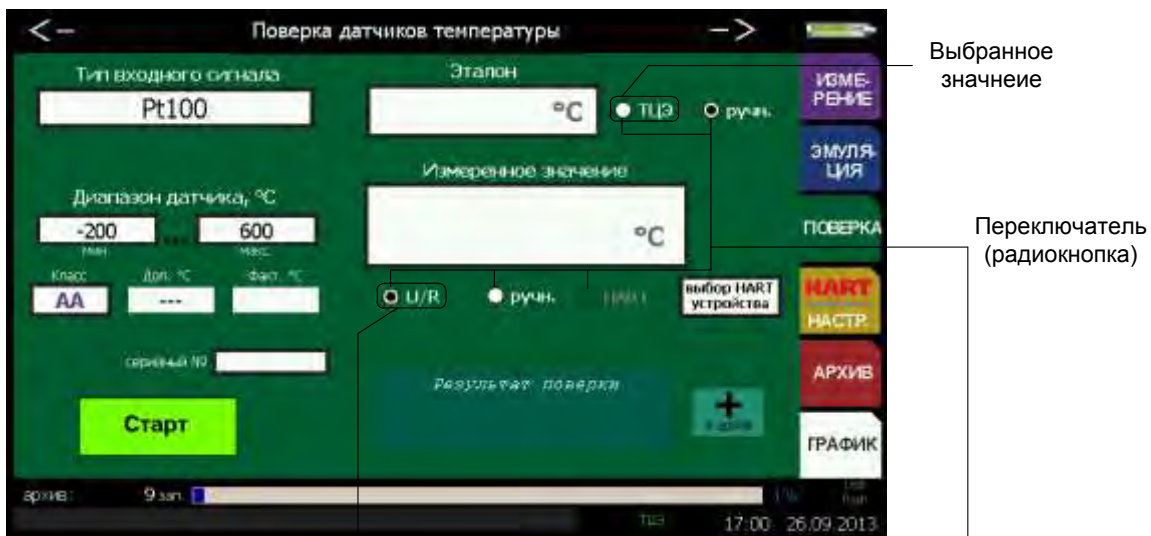

Рисунок 2.8
2.5.3.4 Переключатель (радиокнопка) позволяет выбрать одно значение из возможных (рисунок 2.8).